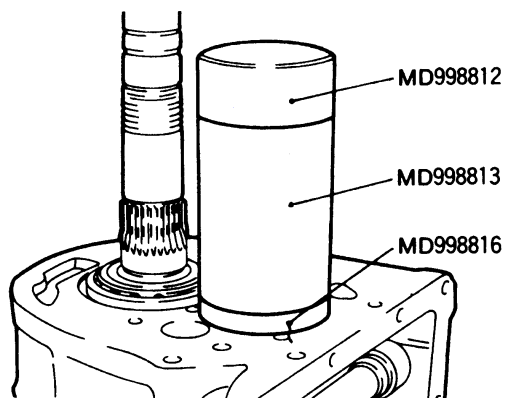

图 3-61 安装中间轴中央轴承
(8) 如图 3-61 所示，用专用工具安装中间轴中央轴承。